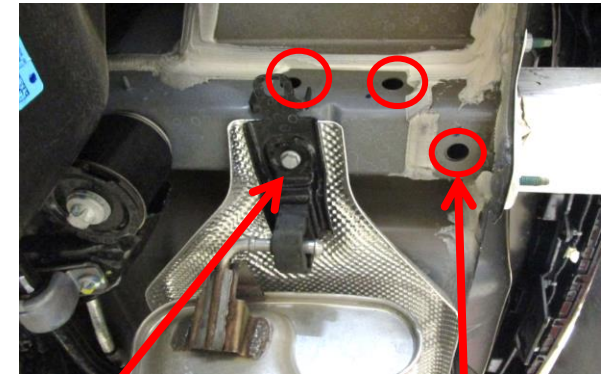

Figura 2
- Aflojar los revestimientos del alojamiento de la rueda:** Usar un cubo de 8 mm y de 10 mm para quitar (3) tornillos y (1) tuerca de brida de plástico de los revestimientos del alojamiento de la rueda en cada lado.
- Agrandar el orificio de acceso:** Pelar (3) cubiertas plásticas de los orificios en los largueros del bastidor de cada lado, ver **Figura 2**. Localizar el orificio más posterior y usar una rectificadora de matrices para ampliar el tamaño del orificio al tamaño suficiente para insertar el perno y el espaciador en cada lado, ver **Figura 2**. **Nota:** Para los modelos con gancho de remolque de fábrica, usar una llave de 21 mm para extraer los pernos M14 en estas ubicaciones y guardarlos para su reinstalación.
- Bajar el colgante del escape y limpiar la masilla:** Usar un cubo de 13 mm para extraer (1) perno del colgante del escape de cada lado y bajar el silenciador temporalmente, ver **Figura 2**. Usar un soporte o correa para evitar que el silenciador sufra daños. Usar una navaja utilitaria para retirar la masilla cerca de los orificios de montaje, ver **Figura 3**. Doblar o cortar las patas del soporte del colgante del escape en ambos lados, para facilitar la instalación, ver **Figura 3**.
1. Aflojar los revestimientos del alojamiento de la rueda: Usar un cubo de 8 mm y de 10 mm para quitar (3) tornillos y (1) tuerca de brida de plástico de los revestimientos del alojamiento de la rueda en cada lado.
2. Agrandar el orificio de acceso: Pelar (3) cubiertas plásticas de los orificios en los largueros del bastidor de cada lado, ver **Figura 2**. Localizar el orificio más posterior y usar una rectificadora de matrices para ampliar el tamaño del orificio al tamaño suficiente para insertar el perno y el espaciador en cada lado, ver **Figura 2**. **Nota:** Para los modelos con gancho de remolque de fábrica, usar una llave de 21 mm para extraer los pernos M14 en estas ubicaciones y guardarlos para su reinstalación.
3. Bajar el colgante del escape y limpiar la masilla: Usar un cubo de 13 mm para extraer (1) perno del colgante del escape de cada lado y bajar el silenciador temporalmente, ver **Figura 2**. Usar un soporte o correa para evitar que el silenciador sufra daños. Usar una navaja utilitaria para retirar la masilla cerca de los orificios de montaje, ver **Figura 3**. Doblar o cortar las patas del soporte del colgante del escape en ambos lados, para facilitar la instalación, ver **Figura 3**.